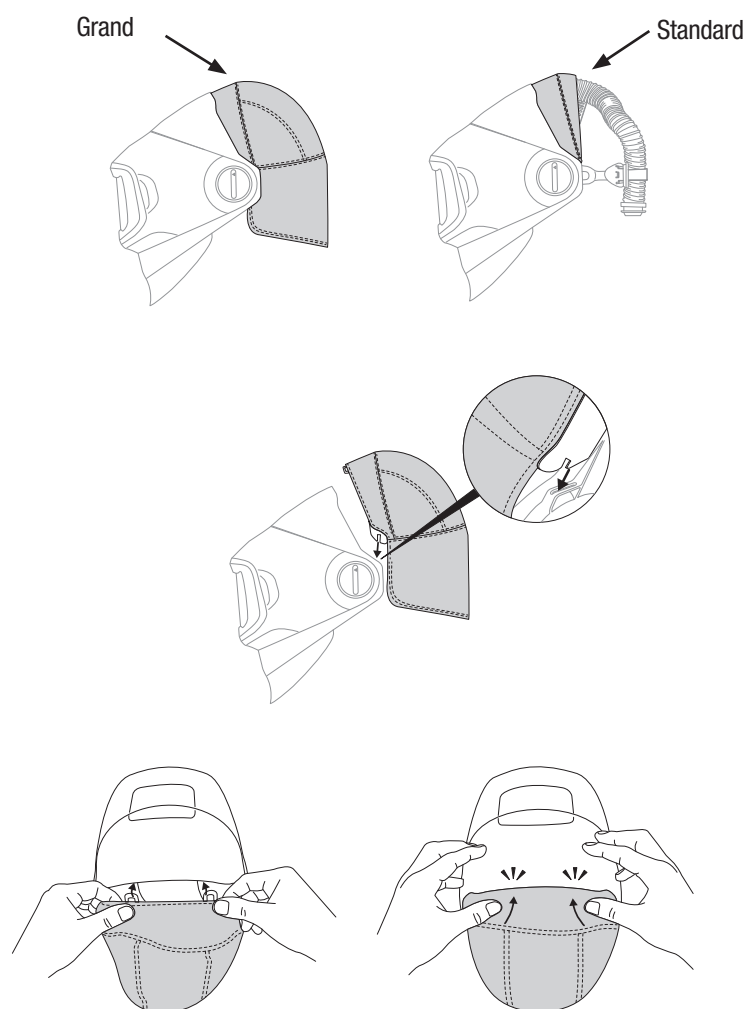

Fig. 28a
- Il y a deux attaches situées au niveau de la couronne du couvre-tête. Il faut les insérer dans les autres attaches du masque de soudeur. Un déclic indiquera qu'ils sont en place (Fig. 28a)